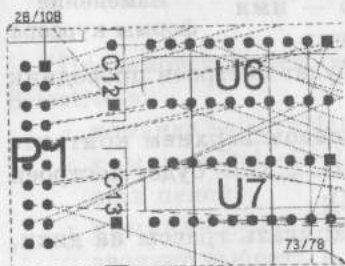

Рис. 2.5. Выбор всех связей
Полученный на экране прямоугольник имеет координаты концов диагонали (в формате x/y) 73/78 и 28/108 — рис. 2.5. Рассмотрим далее варианты выполнения команды ПМ Select>Guides этапами:
- команда Select>Guides>SelectALL выбирает все связи проекта (рис. 2.5);